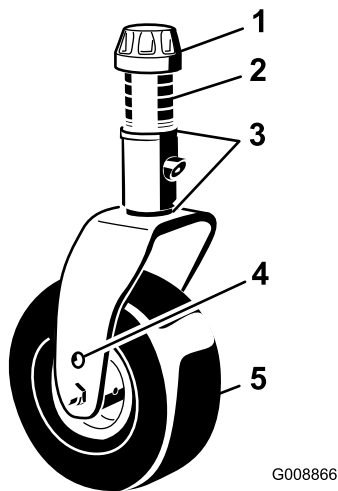

Figura 17
- Retire el casquillo tensor del eje (Figura 17) y deslice el eje fuera del brazo de la rueda giratoria. Coloque los dos suplementos (3 mm) en el eje de la misma forma que en la instalación original. Estos suplementos son necesarios para obtener el mismo nivel en toda la anchura de las unidades de corte. Coloque el número adecuado de espaciadores de 13 mm (consulte la tabla siguiente) en el eje para conseguir la altura de corte deseada, luego coloque la arandela en el eje.